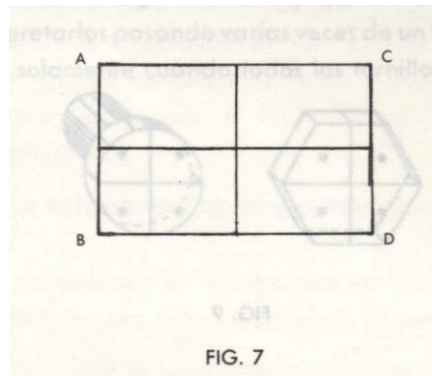

FIG. 7
9. A partir de estas 2 líneas, llamadas Ejes del tablero, se determina la posición de cada aparato y de los conductores de la instalación valiéndose de las medidas asignadas (Fig. 7).
6. Conecte un extremo de cable libre al porta-lámpara y el otro a uno de los 2 bornes del **INTERRUPTOR** (Fig. 7)